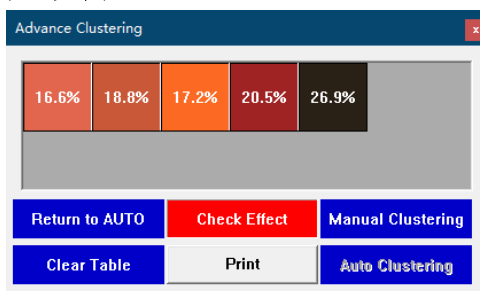

图 7-25 手动聚类分析结果
- f. 点击 **Manual Clustering** 可开始手动聚类分析。分析完成，种子颜色在选定区域的占比将显示在颜色表格中（如图 7-25）。